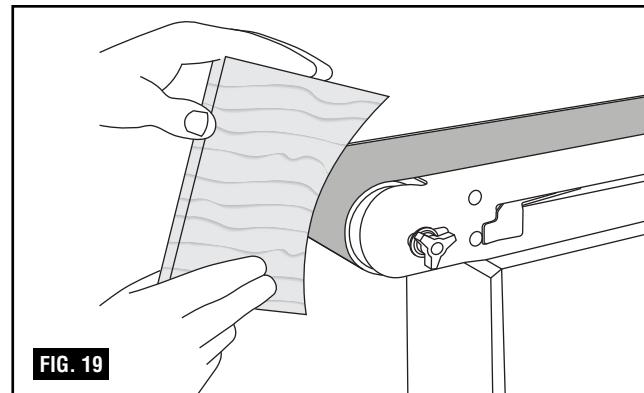

FIG. 19
Ponçage de bords recourbés (Fig. 19 & 20)
1. Poncez toujours l'intérieur des parties recourbées sur la poulie folle comme cela est indiqué à la Figure 19.